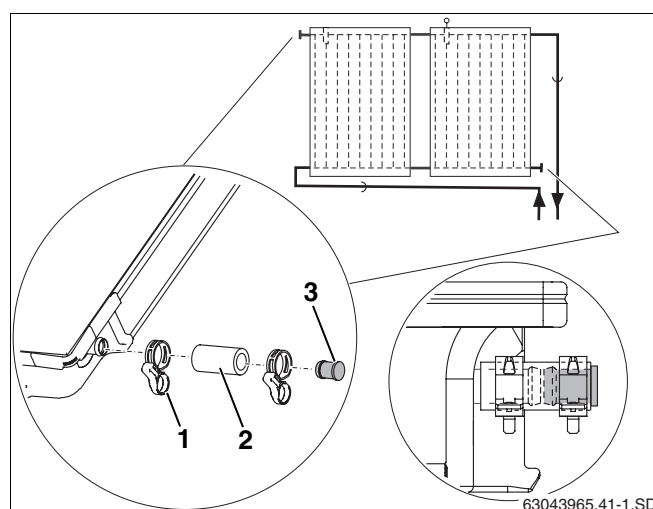

Fig. 43 Montaggio del tappo cieco e della fascetta elastica
- ▶ Infilare il tubo di connessione 55 mm (fig. 43, **pos. 2**), con tappo cieco già montato, sui due attacchi liberi del campo di collettori.